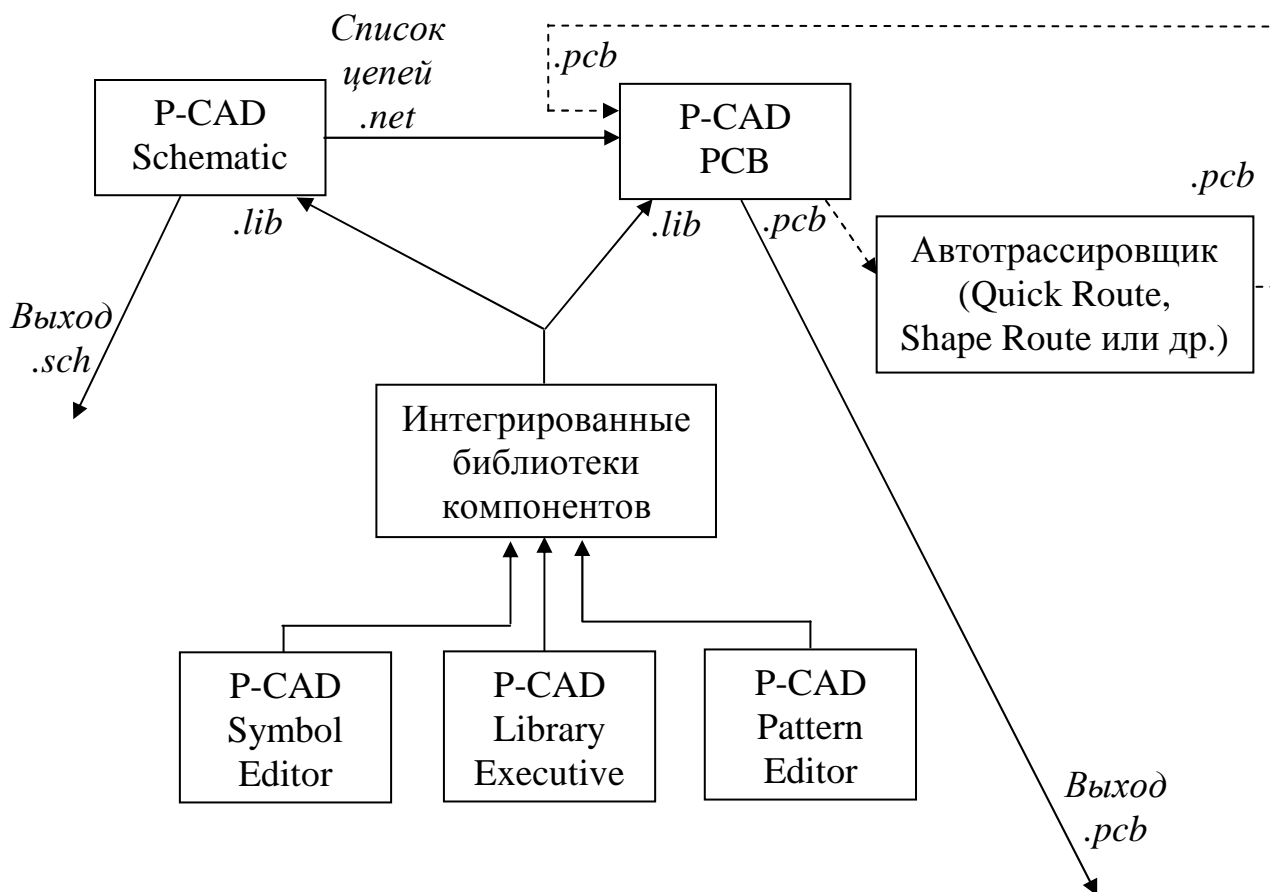

Рис.1. "Полный" способ проектирования ПП
**Второй способ** (назовем его "полным") более сложен и в нем задействовано гораздо больше различных программ (рис.1). Он эффективен при создании сложных проектов. Обязательным этапом здесь является создание принципиальной схемы в P-CAD Schematic.